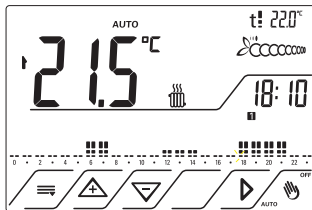

Fig.5
- Programma di Riscaldamento: da Lunedì a Venerdì, Fig.5;